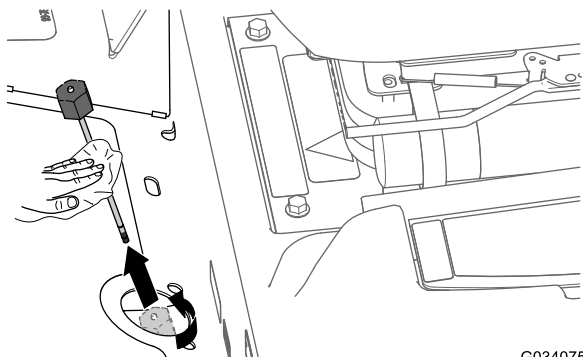

Figura 83
2. Allentate il tappo dell'asta di livello (Figura 83) e togliete l'asta dal tubo di riempimento del transaxle, poi pulite l'asta di livello con un panno pulito.